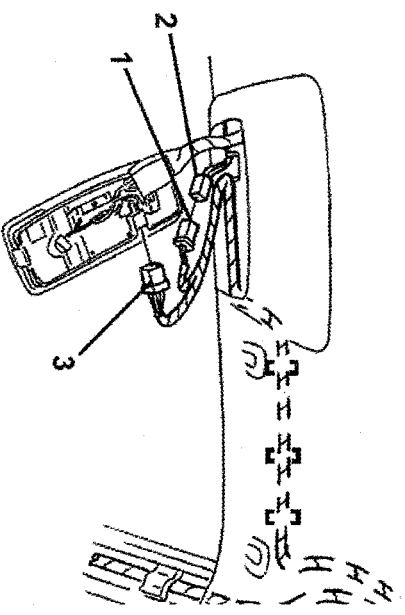

FIGURE 38
- 8.) CONNECT THE FEMALE CONNECTOR ON THE DVD DOME LIGHT HARNESS (1) TO THE MALE CONNECTOR ON THE VEHICLE MAP LIGHT HARNESS (2) AND CONNECT THE MALE DVD DOME LIGHT CONNECTOR TO THE VEHICLE MAP LIGHT. (SEE FIGURE 38)